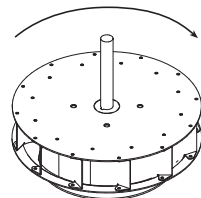

Figure 8
- Mettre brièvement l'appareil sous tension pour vérifier le sens de rotation de la turbine (vue depuis le côté arbre). Elle doit tourner dans le sens des aiguilles d'une montre, comme illustré à la Figure 8 et indiqué par la flèche de rotation apposée sur le caisson. Si la turbine tourne dans le mauvais sens, inverser deux des conducteurs de câblage ou vérifier le câblage du moteur s'il est monophasé. La vitesse de rotation de la turbine doit être contrôlée à l'aide d'un tachymètre.